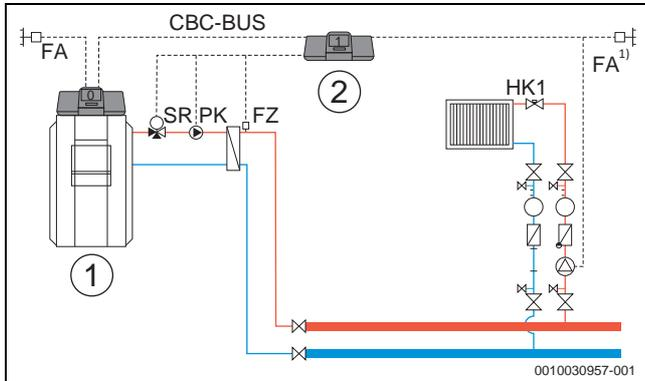

Bild 17 Variante 4: Unterstation mit Logamatic 5313, mit Vormischfunktion, Kompensation der Wärmeverluste über Fühler FZ, Lastbegrenzung
- Im BUS-Verbund von 2 oder mehr Regelgeräten in jedem Unterstations-Regelgerät Logamatic 5313 oder Logamatic 5311 (→ Bild 17 und 18, Variante 4 und Variante 5)
- „Slave als Unterstation“ bei Nutzung von „Funktionen Unterstation“ ist Logamatic 5313 erforderlich (→ Bild 17 ... Bild 19, Variante 4 ... 6)
Das Erweiterungsregelgerät Logamatic 5310 unterstützt geräteintern nicht die Zubringerfunktion. Zusatzfunktionen der Zubringerpumpe sind in der Logamatic 5310 nicht nutzbar, da kein Fühler FZ im Regelgerät vorhanden ist. Wird in Verbindung mit Logamatic 5310 eine Unterstation mit Zubringerpumpe benötigt, muss die Zubringerpumpe über das Master-Regelgerät realisiert werden (→ Bild 20, Variante 7). Alternativ: um diese Funktionen in der Unterstation zu realisieren, kann anstelle der Logamatic 5310 eine Logamatic 5313 als Unterstation einzusetzen (→ Bild 17 ... 19, Variante 4 ... 6).
Der **Außenfühlerwert** der Unterstation in Bild 17 ... Bild 20 kann wahlweise vom Master-Regelgerät übernommen werden oder es kann für jede Unterstation ein eigener Außentemperaturfühler gesetzt werden. In Bild 20 muss der Außentemperaturfühler am Master-Regelgerät angeschlossen werden